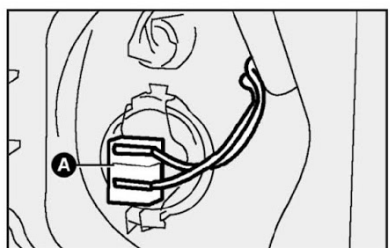

fig. 26
2) soltar o conector A-fig. 26 de alimentação da lâmpada;